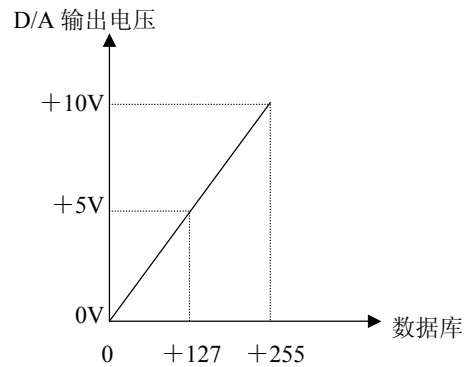

图 2
② 速度数据和负载数据与 D/A 输出的关系如下面的图 2 所示。